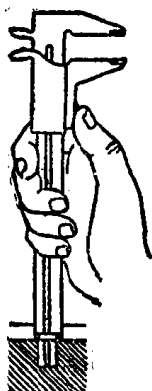

图18 用游标卡尺测量工件深度的方法
(11) 如果用带有测深杆的游标卡尺测量工件深度时，游标卡尺尺体的尾端要垂直地压向工件孔(或槽)的顶平面，然后下降活动量爪，使测深杆和孔(或槽)底轻轻接触，这时将量爪和测深杆固定，取出游标卡尺进行读数(如图18)。